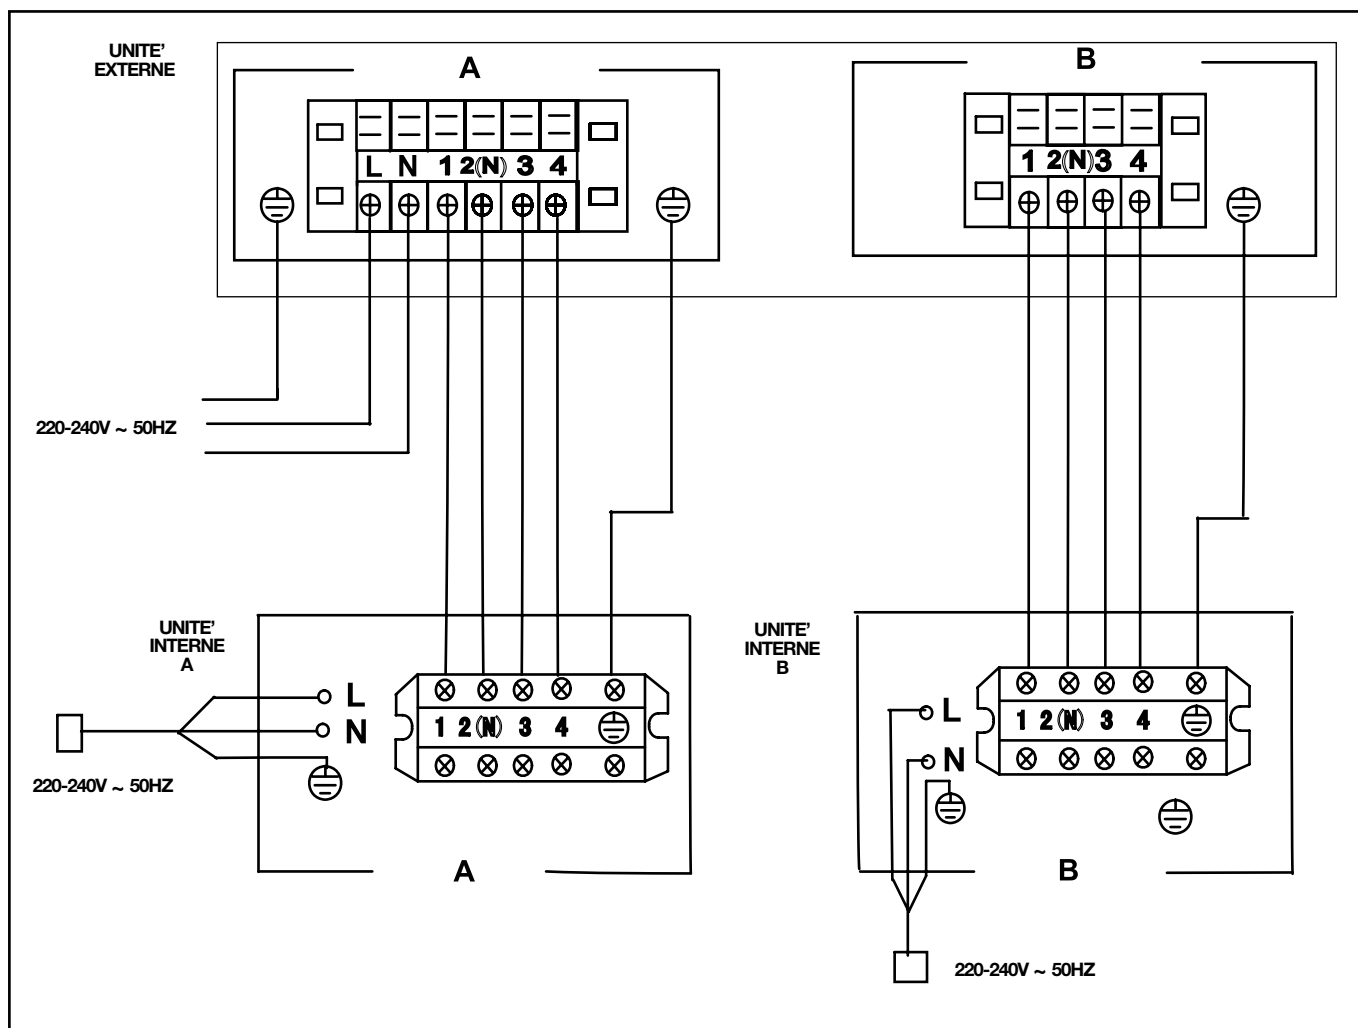

fig.17
3. Connecter les câbles en fonction des indications figurant sur leurs extrémités (fig. 17).
2. Connecter les câbles au bornier conformément aux indications figurant sur leurs extrémités et sur le bornier (fig. 17)